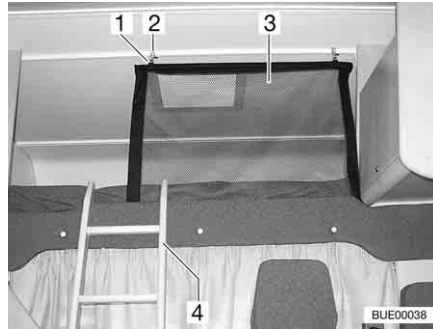
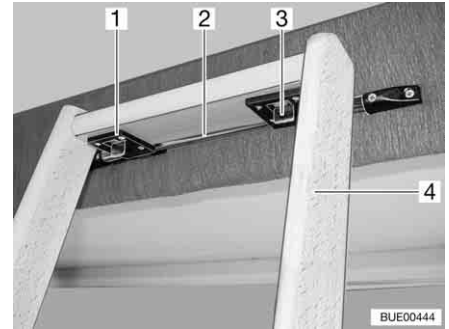

Fig. 110 Letto mansarda
Fig. 111 Scaletta di accesso, bloccaggio
Per salire sul letto mansarda utilizzare la scaletta di accesso (Fig. 110,4 e Fig. 111,4) in dotazione ai modelli di serie.
- Agganciare la scaletta con i due ganci (Fig. 111,1) presenti sulla guida (Fig. 111,2) al pannello cieco del letto.
- Spingere i due bloccaggi (Fig. 111,3) in avanti.
La rete protettiva (Fig. 110,3) è stivata sui modelli di serie tra il materasso e il telaio portamaterasso. Fissare la rete protettiva soltanto dopo che le persone si sono stese nel letto mansarda.
- Agganciare il supporto (Fig. 110,1) negli occhielli sul soffitto (Fig. 110,2).